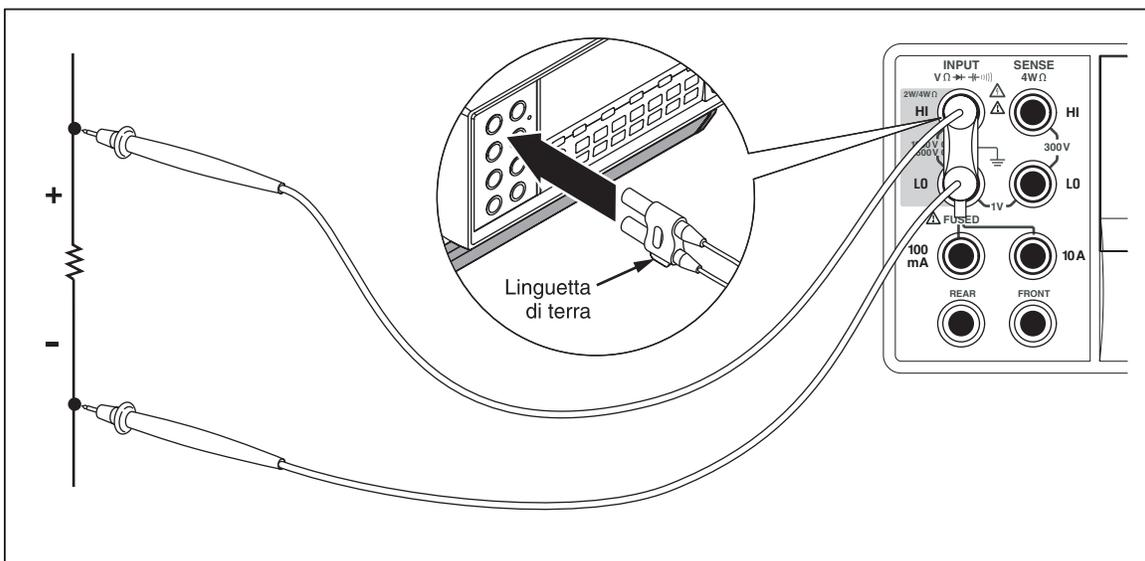

Figura 4-3. Collegamenti in ingresso per le misure di resistenza a 4 fili con i cavetti 2x4
1. Collegare i cavetti di prova ai connettori di ingresso del multimetro, come indicato nella Figura 4-3.